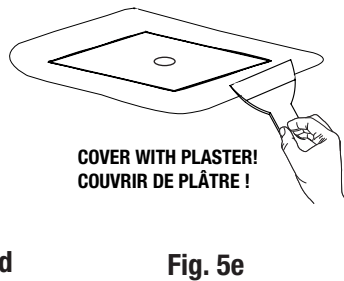

Fig. 5e
8. Cover with plaster to hide the frame in the ceiling (Fig. 5e).
8. Couvrir de plâtre afin de masquer le cadre dans le plafond (Fig. 5e).